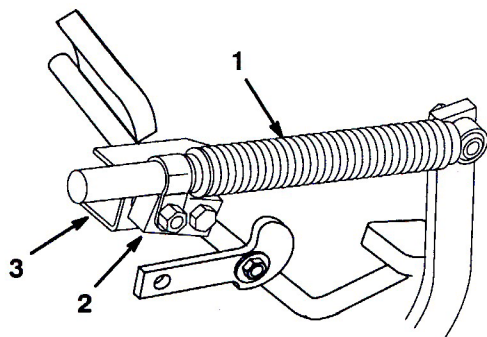

図 58
2. ダンパ・ピボットとダンパ・ブラケットをつないでいるロックナットをゆるめる (図58)。